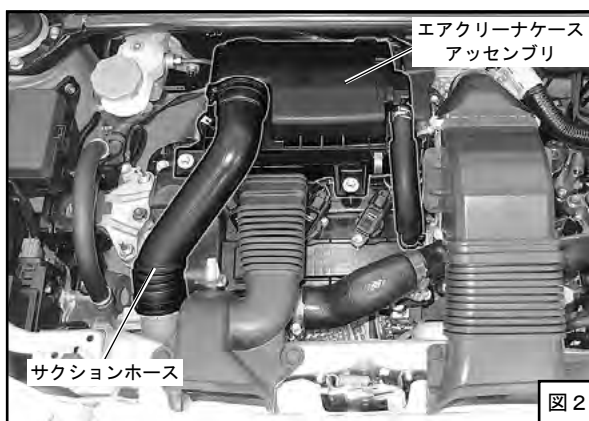

図 2
- (4) サクションホースのホースバンドをゆるめ、ボルトを外してエアクリーナケースアッセンブリとサクションホースを取外してください。(図2)